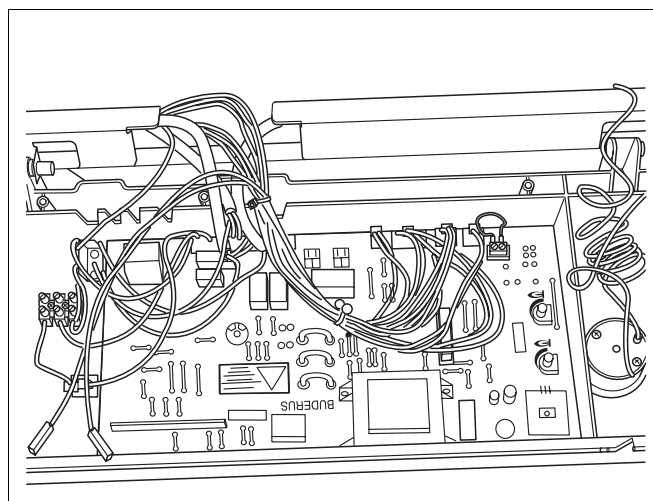

Рис. 14 Проверка кабельных присоединений в панели управления
- Проверить все кабельные присоединения на плотное соединение и при необходимости закрепить (рис. 14).